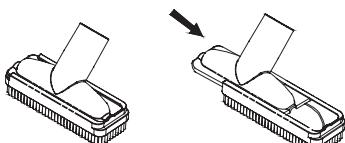

Рис. 5
2. Щелевая насадка (16) используется для чистки радиаторных батарей, уборки в проемах, углах, в области плинтусов и т.п.
3. Насадка для пыли (2 в 1) (17) используется для уборки пыли с любых типов поверхности таких, например, как: книги, жалюзи, решетки кондиционеров, абажуры ламп, полки и т.д. Без щетки насадка может использоваться для чистки мягкой мебели (Рис. 5).